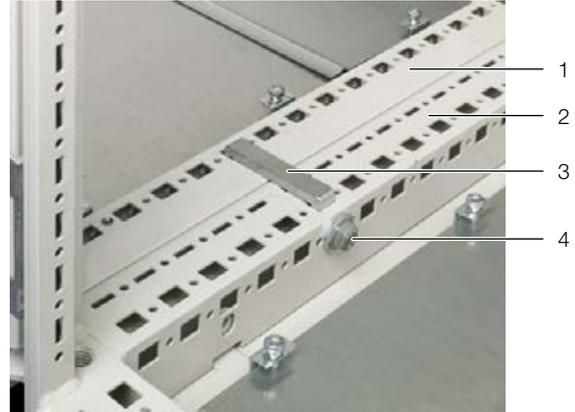

Imagen 28: Abrazadera de ensamblaje
- Introduzca en la parte frontal una abrazadera de ensamblaje (imagen 28, pos. 3) desde el armario para servidores (imagen 28, pos. 2) a través de la muesca correspondiente en el lateral del LCP Inline (imagen 28, pos. 1).
- Atornille la abrazadera desde el armario (imagen 28, pos. 4), de forma que los bastidores del armario y del LCP Inline queden fuertemente unidos.